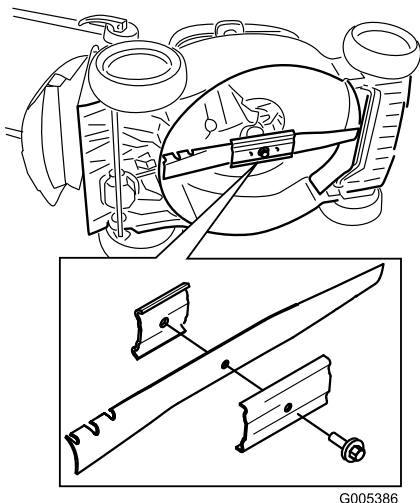

Рисунок 31
2. Переверните газонокосилку на одну сторону таким образом, чтобы воздушный фильтр был направлен вверх (Рисунок 31).